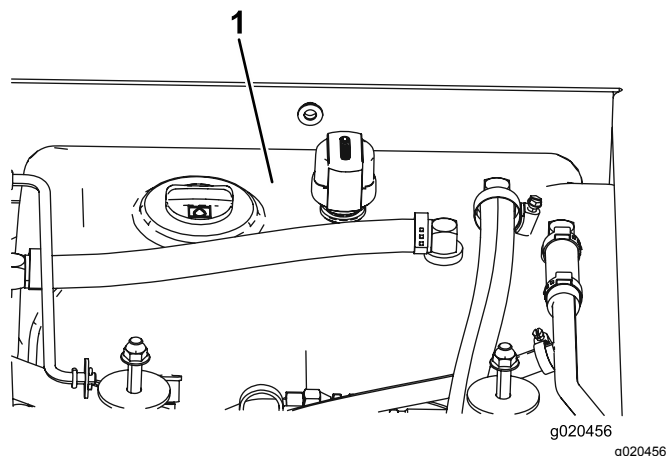

Figura 102
- Llene el depósito (Figura 102) con fluido hidráulico; consulte Cómo cambiar el fluido hidráulico (página 75).